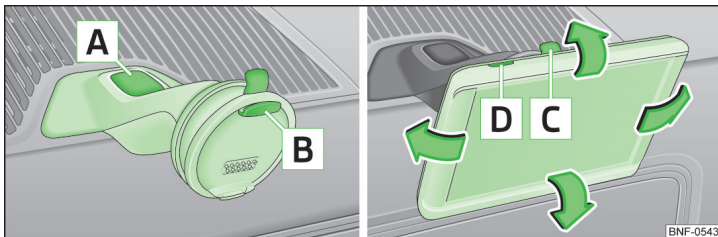

Fig. 77 Alojamiento del equipo multifunción/equipo multifunción
- Coloque primero el equipo multifunción en el soporte superior [B] » fig. 77 y presiónelo en el lado inferior hacia la base hasta que encaje » I.
- La inclinación puede ajustarse fácilmente moviendo el equipo multifunción en el sentido de la flecha » fig. 77 hasta la posición deseada » I.
- Pulse con la otra mano la tecla de desbloqueo [C] » fig. 77 y extraiga el aparato.
- Pulse con la otra mano la tecla de desbloqueo [A] » fig. 77.
- Active el equipo multifunción pulsando la tecla [D] » fig. 77.